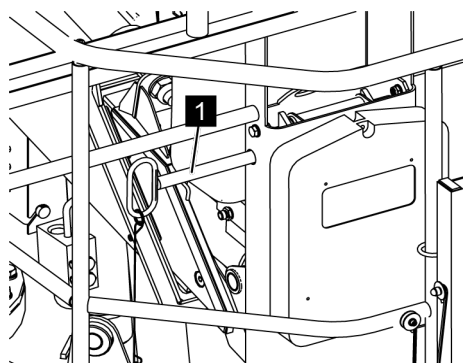

Fig. 72: Retirer la cheville de verrouillage
5. → Retirer la cheville de verrouillage (Voir la Fig. 72/1).